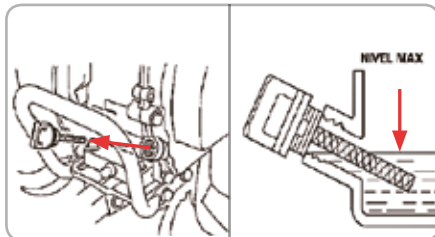

Fig.4
**Alimentare ulei motor (fig.4):**